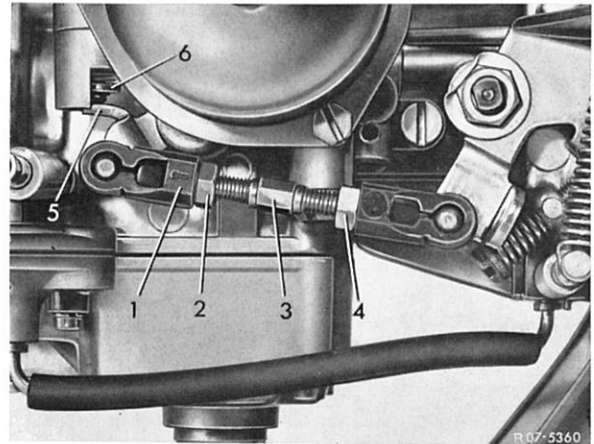

Bild 07-3/16
1 Bei richtiger Einstellung der Leerlaufdrehzahl, des Starters und des Unterdruckreglers muß das Belüftungsventil (6) bei abgestelltem Motor vom Betätigungshebel (5) mindestens 1 mm angehoben werden. Evtl. Verbindungsstange (3) einstellen (Bild 07-3/16).